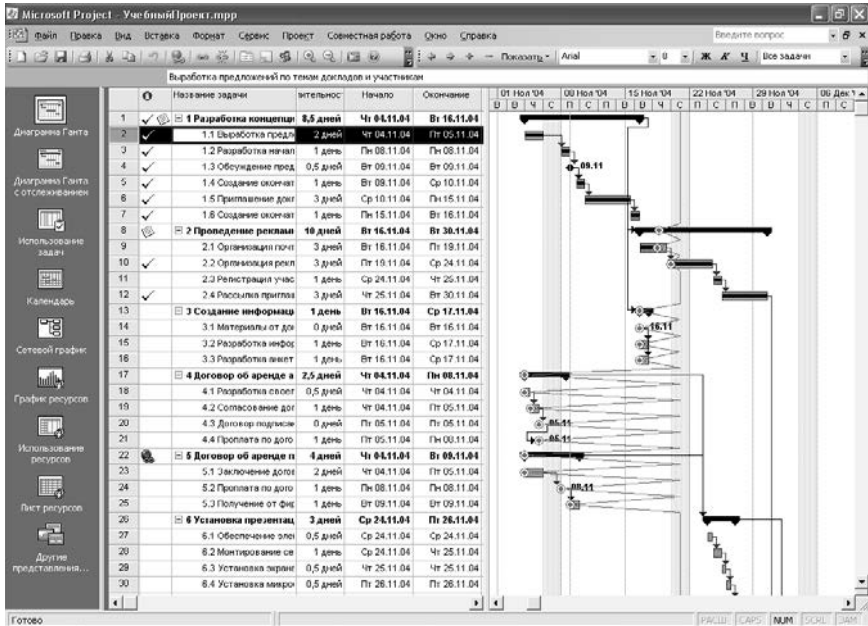

Рис. 54. Приклад діаграми Ганта по виконанню проекту
7. Натисніть на кнопку **ОК** (рис. 54).